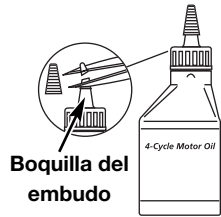

Fig. 7
1. Desenrosque la tapa de la botella de aceite y retire el sello de papel que cubre la apertura. Vuelva a colocar la tapa. Corte la punta de la boquilla del embudo (Fig. 7).